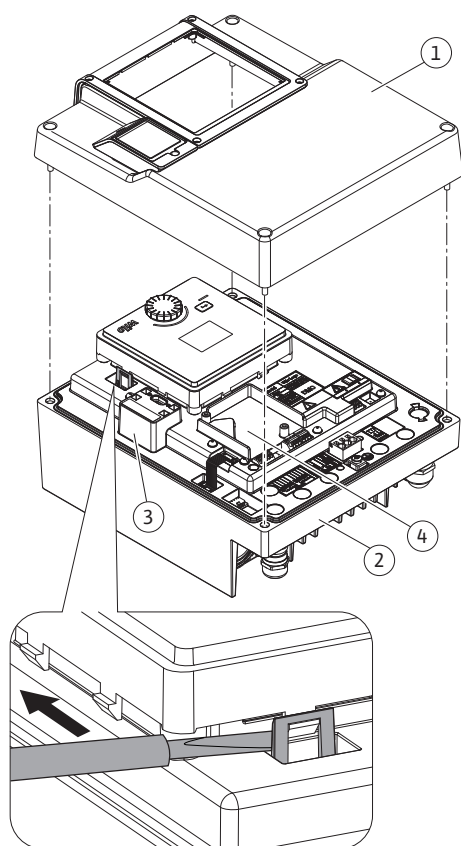

Fig. 17: Elektronikmodul
CIF-moduler (tillbehör) används för kommunikation mellan pumpar och fastighetsautomation. CIF-moduler sätts på i elektronikmodulen (Fig. 17, pos. 4).